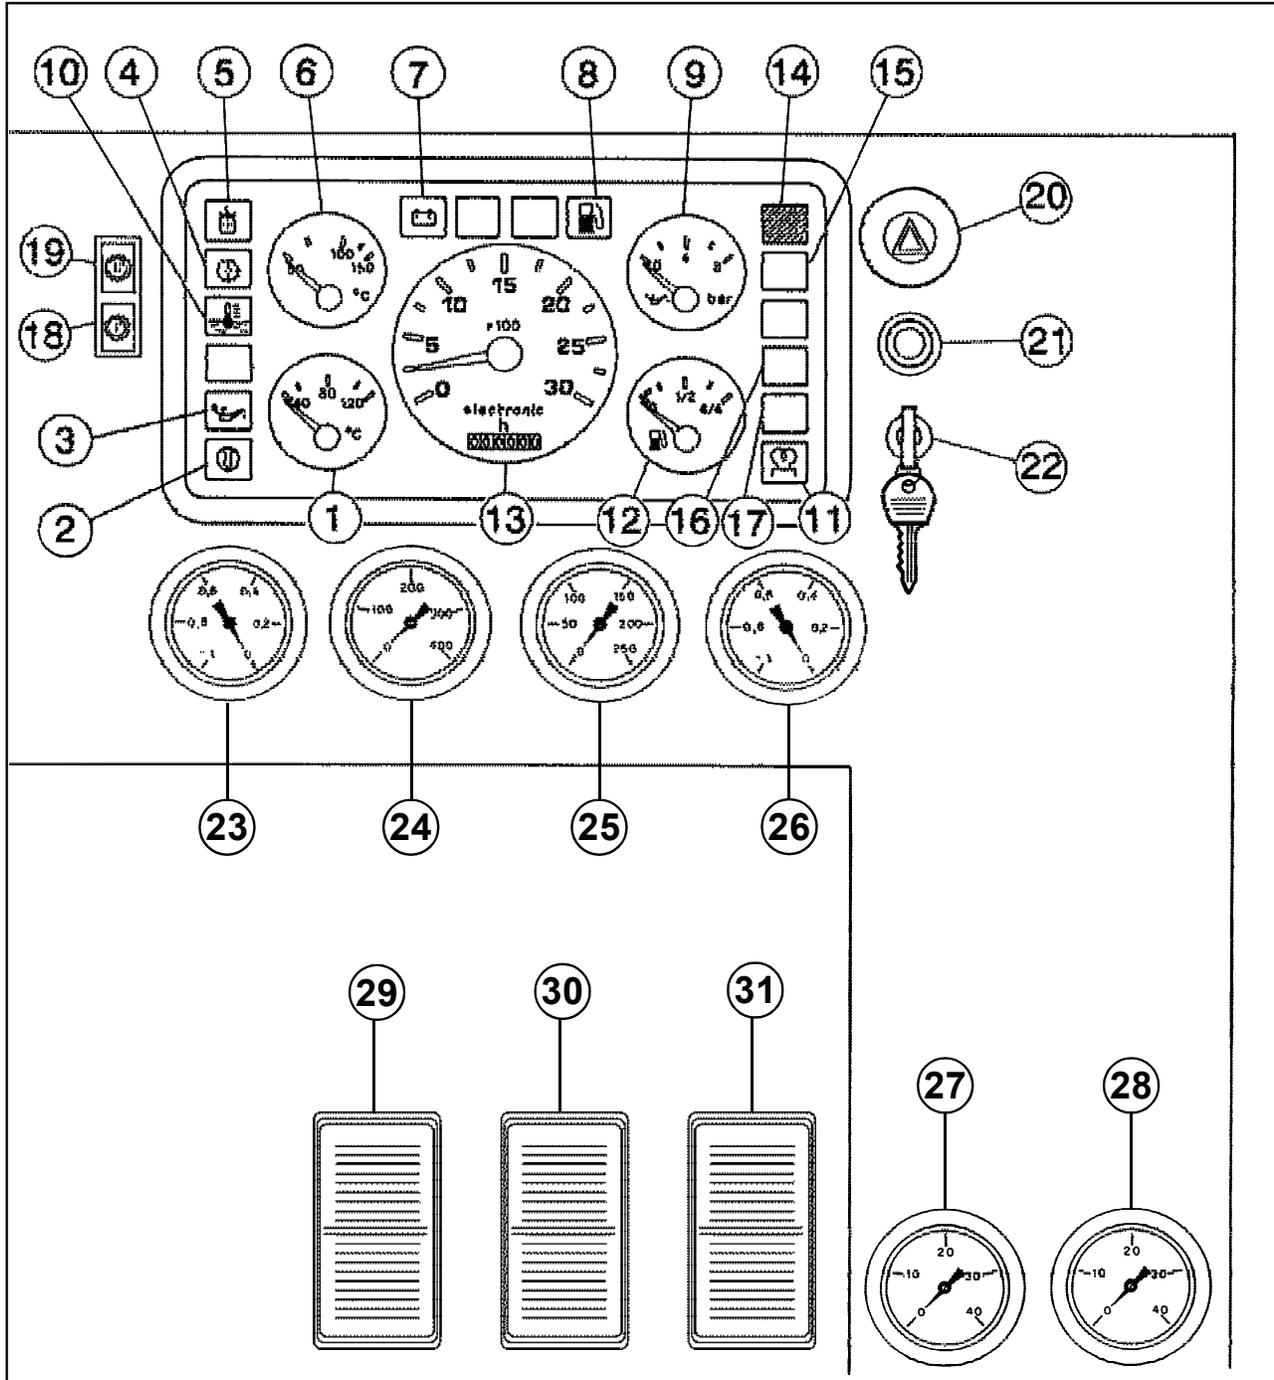

FIG. 10
Sinon, contrôler également les vacuo-mètres (23 et 26 - Fig. 10 - Pag. 30) et remplacer le/les filtre(s) externe(s) au réservoir (Fig. 39 - Pag. 54).
- 24) **PRESSION DE LA FRAISE (Fig. 10 - Pag. 30)**
- 25) **PRESSION DES SERVICES (Fig.10-Pag.30)**
- 26) **VACUOMETRE POMPE FRAISE (Fig.10)**
- 27) **PRESSION ALIMENTATION POMPE DE DEPLACEMENT (Fig.10 - Pag.30)**
Elle doit être comprise entre 15 et 25 bars (Fig.10 - Pag.30)
- Signaler avec l'avertisseur sonore (**Pos. 21 - Fig. 10 - Page 30**) le début de la manœuvre.
La mise en route et l'extinction du moteur s'effectue avec la clé d'allumage (**Pos. 22 - Fig. 10 - Page 30**). Tenir la clé en position **HEAT** pendant 15 secondes quand l'allumage s'effectue en condition très froide. Pour la mise en route, le levier de l'accélérateur (**Pos. A - Fig. 3 - Page 21**) doit être porté à 1/4 de sa course et le levier d'embrayage (**Pos. D - Fig. 3 - Page 21**) doit être débrayé.